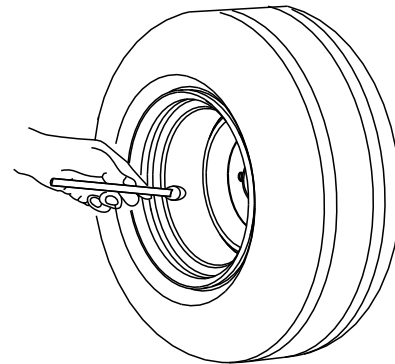

**Figure 64**
- Si la machine se déporte à droite, desserrez les boulons et déplacez la plaque de butée gauche en arrière sur la fente en T gauche, jusqu'à ce qu'elle se déplace en ligne droite (Figure 64).
- Si la machine se déporte à gauche, desserrez les boulons et déplacez la plaque de butée droite en arrière sur la fente en T droite, jusqu'à ce qu'elle se déplace en ligne droite (Figure 64).
- Serrez les boulons de la plaque (Figure 64).